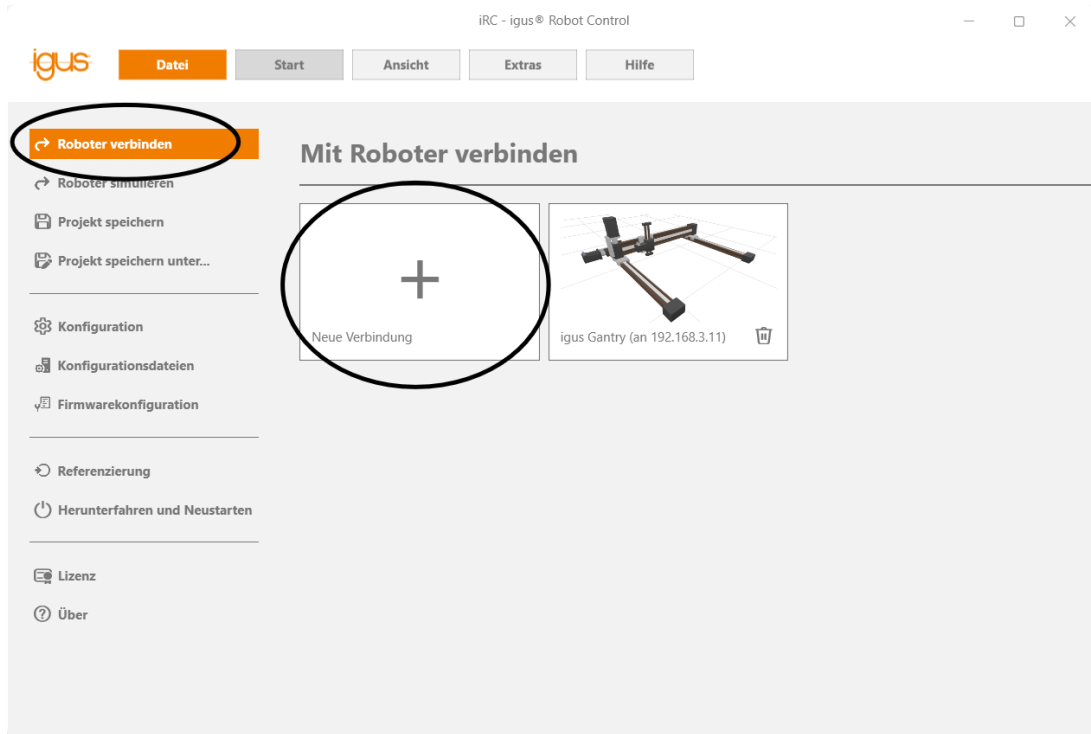

Abbildung 4: Verbinden mit dem Roboter
2. Starten Sie die iRC Software. Beim Start können Sie entweder einen beliebigen Roboter simulieren oder sich direkt mit Ihrem Roboter Verbinden. Drücken Sie "Automatisch verbinden", wenn der Roboter im Auslieferungszustand ist oder geben Sie eine konkrete IP-Adresse ein, falls diese auf dem Roboter geändert wurde (siehe Abb. 4).